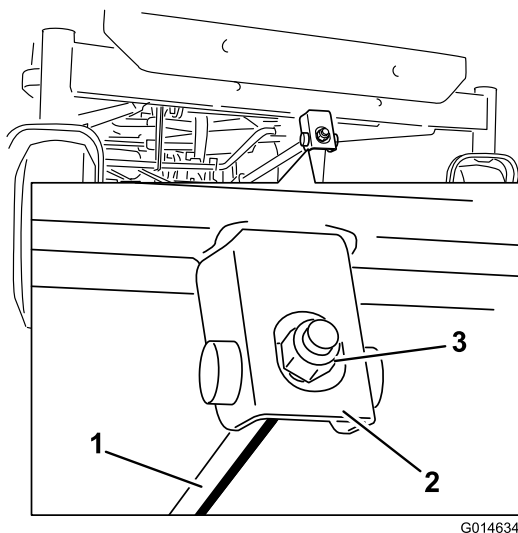

Figura 65
6. Para ajustar a inclinação da lâmina da frente para trás, rode a porca de ajuste na parte da frente do cortador (Figura 65).